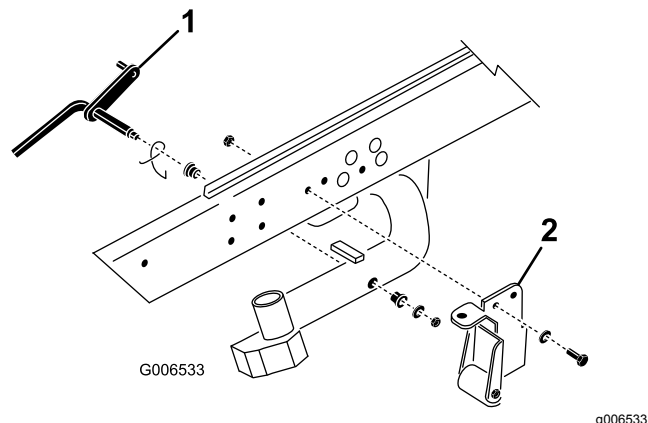

Bild 3
1. Entfernen Sie die Sicherungsmutter und die Scheibe, mit denen die Gelenkstange am Hubarm Nr. 2 befestigt ist (Bild 3). Nehmen Sie die Gelenkstange und die Feder vom Hubarm ab. Wiederholen Sie diese Schritte an den Hubarmen Nr. 1 und Nr. 3.
Hinweis: Die Stützhalterung der Kippvorrichtung mit der Rolle und die Stützhalterungen der Kippvorrichtung werden nicht für den Betrieb der DPA-Schneideinheiten benötigt (Bild 3).